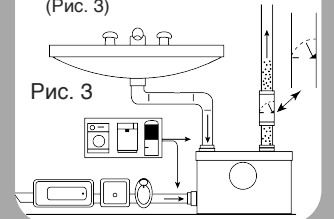

Рис. 3
- а) Подсоедините трубу сброса от прочих устройств к прочим устройств к поставляемым резиновым соединительным устройствам и закрепите с помощью хомутов (Рис. 3)